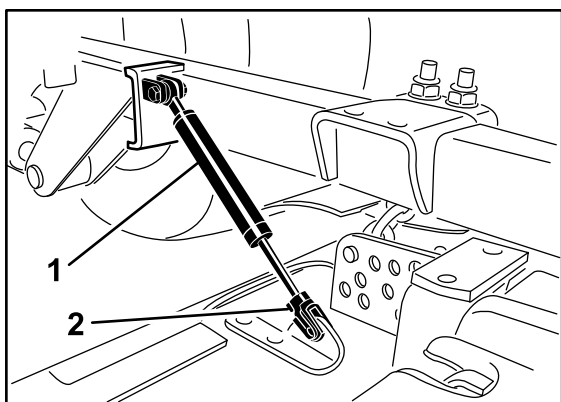

Figure 123
3. Retirez le clip de retenue et détachez l'ensemble amortisseur du plateau de coupe (Figure 123).